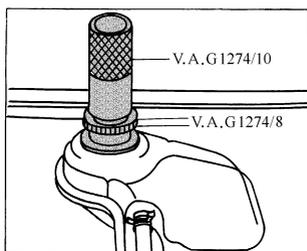

图 2-120 将接头 V. A. G1274/8 拧到膨胀罐盖上
3) 如图 2-120 所示, 将 V. A. G1274/10 装到接头上。